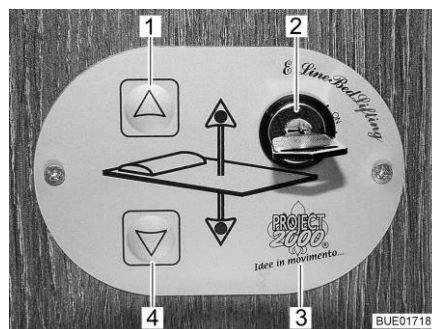

Fig. 50 Elemento de mando
Con las teclas (Fig. 50,1 y 4) en el elemento de mando (Fig. 50,3), se subirá o bajará la cama elevada. Con el interruptor llave (Fig. 50,2), se bloqueará el elemento de mando contra su utilización no autorizada.
- Girar la llave en el interruptor llave (Fig. 50,2) 90° en sentido de las agujas del reloj a la posición "On". El elemento de mando (Fig. 50,3) está activado.
- Pulsar la tecla de flecha (Fig. 50,4) y mantenerla pulsada hasta que la cama elevada haya bajado a la posición deseada.
- Pulsar la tecla de flecha (Fig. 50,1) y mantenerla pulsada hasta que la cama elevada haya subido a la posición final.
Funcionamiento de emergencia Si la cama elevada ya no se deja desplazar con las teclas de flecha (Fig. 50,1 y 4), controlar primero los fusibles (véase apartado 8.9.1). Si los fusibles están bien y la cama elevada no se deja desplazar a pesar de esto, se podrá manejar la cama elevada de forma manual en funcionamiento de emergencia.